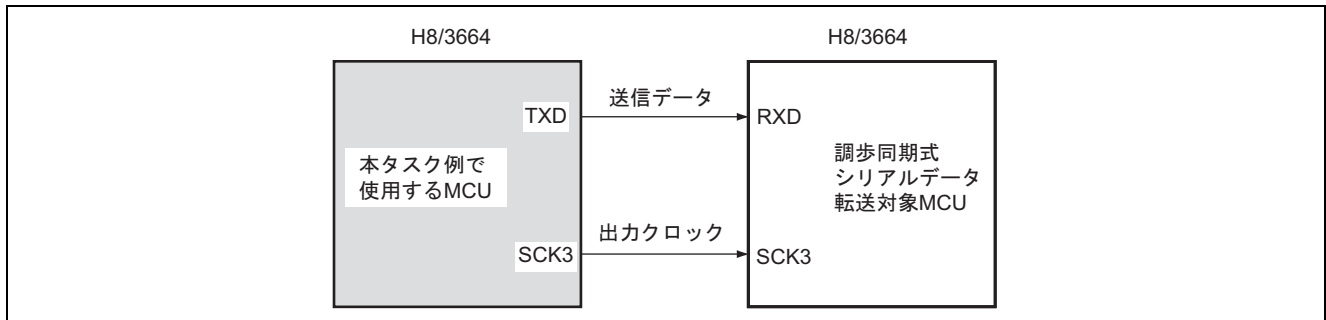

図 1 調歩同期式シリアルデータ送信
1. 図 1 に示すように調歩同期式シリアル転送機能を使用して、4 バイトの 8 ビットデータの送信を行いません。